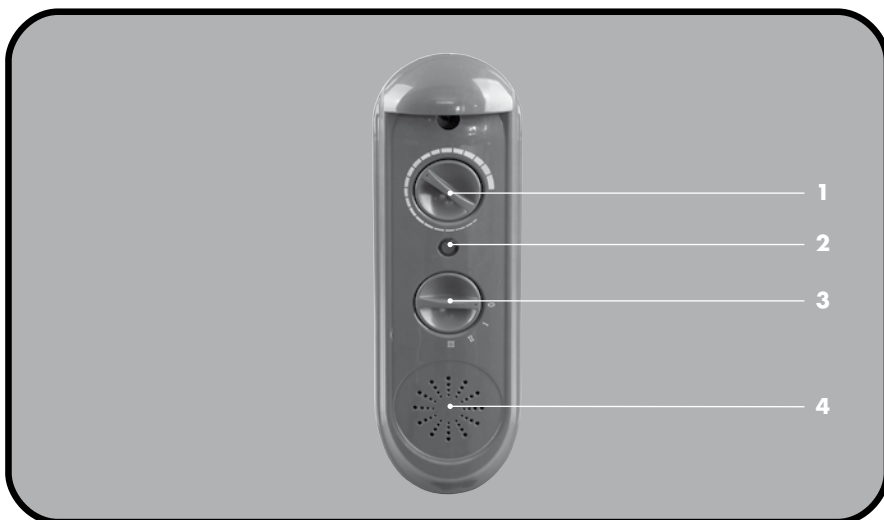

Abb. 4: Übersicht Bedienblende
1. Stellen Sie den Drehknopf zur Einstellung der Heizleistung (siehe Abb. 4, Nr. 3) auf die Position 0.
2. Schließen Sie dann das Gerät an eine geerdete, durch einen FI-Schutzschalter abgesicherte Steckdose (230 V~50 Hz) an. Die Netzanzeige (siehe Abb. 4, Nr. 2) leuchtet auf.
3. Bringen Sie den Drehknopf zur Einstellung der Heizleistung (siehe Abb. 4, Nr. 3) auf eine der Raumgröße entsprechenden Heizstufe. Orientieren Sie sich dabei an folgenden Werten:
Drehen Sie den Drehknopf zur Einstellung der Thermostattemperatur (siehe Abb. 4, Nr. 1) im Uhrzeigersinn auf die maximale Stellung. Warten Sie, bis der Raum eine für Sie angenehme Temperatur erreicht hat. Drehen Sie dann den Drehknopf gegen den Uhrzeigersinn, bis Sie ein deutliches Klicken hören. Der Thermostatregler sorgt nun durch automatisches Ein- und Ausschalten für eine annähernd konstante Raumtemperatur.
Drehen Sie den Drehknopf zur Einstellung der Heizleistung (siehe Abb. 4, Nr. 3) gegen den Uhrzeigersinn auf Position 0. Ziehen Sie den Netzstecker aus der Steckdose, wenn Sie das Gerät nicht mehr benötigen.